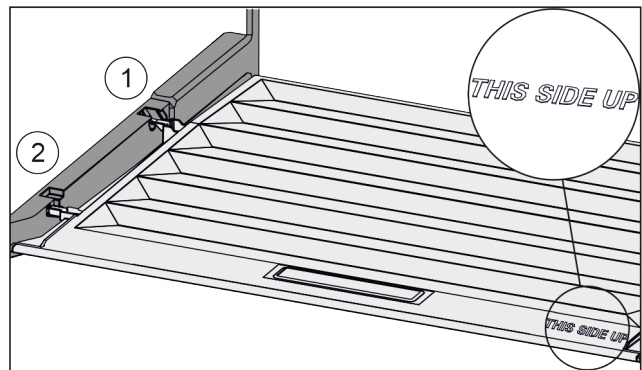

Fig. 115
- ▶ Introduire les rainures du couvercle par l'orifice du support arrière Fig. 115 (1) et les enclencher à l'avant dans le support Fig. 115 (2).